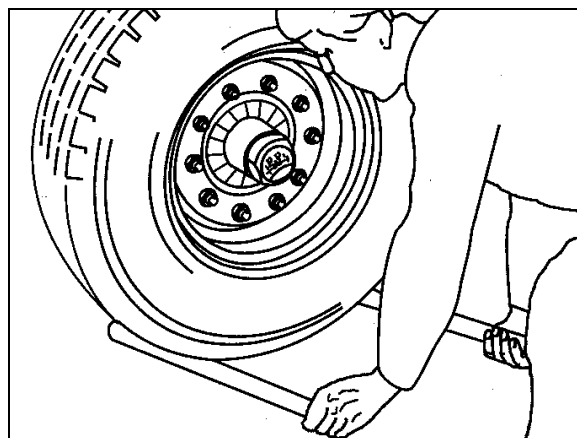

Рис. 84
1. Для выполнения проверки зазора в подшипниках ступиц колес приподнимите ось так, чтобы колеса свободно вращались (Рис. 84).